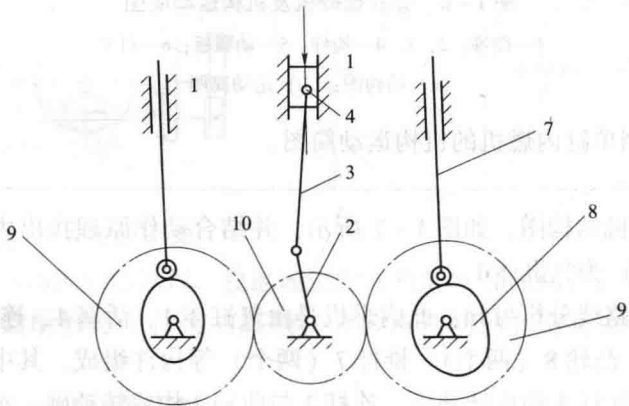

图1-8 内燃机运动简图
③测出运动副的相对位置尺寸。
④选择合适的视图平面（图示平面）。
⑤选择合适的比例尺，绘制内燃机运动简图，如图1-8所示。